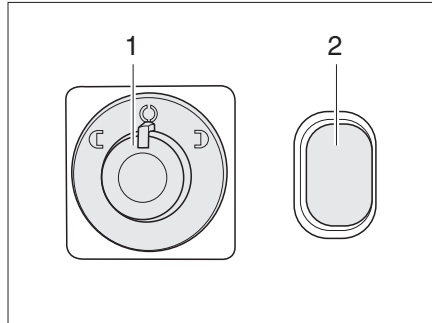

Fig. 20 Commutateur pour rétroviseurs extérieurs à réglage électrique et leur chauffage
- Sélectionner le rétroviseur qui doit être réglé. Pour ce faire, tourner l'interrupteur tournant (Fig. 20,1) vers la gauche ou la droite.
- Régler le rétroviseur en appuyant sur l'interrupteur (Fig. 20,1) dans la direction correspondante.
- Appuyer sur l'interrupteur (Fig. 20,2). Le voyant de contrôle de l'interrupteur signale la marche.